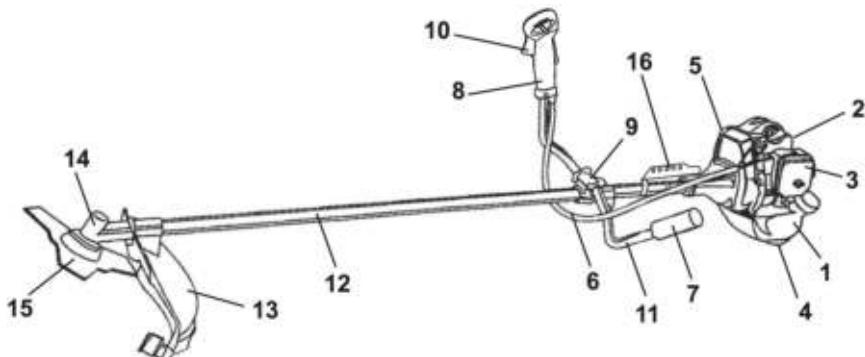

Рис.2. Расположение основных элементов бензотриммера:
Основные элементы и части бензотриммера представлены на рис. 2.
U-образная рукоятка (см. рис.2) состоит из двух частей: левой (7) и правой (8) ручек управления, которые прикреплены к штанге (12) с помощью соединительного кронштейна (9). Левая ручка служит для удержания бензотrimmера левой рукой, а правая ручка — для удержания правой рукой и управлением работой бензотrimmера.
Ремень крепится к штанге с помощью держателя (16) (рис.2). Согласно рис.5 наденьте ремень на шею и пристегните карабин за одно из отверстий в держателе (16) (см. рис.2).